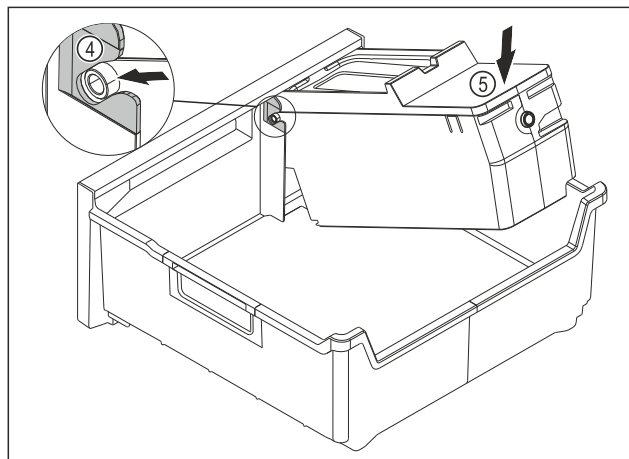

Fig. 82
- ▶ Montáž korpusu EasyTwist-Ice: Osi korpusu EasyTwist-Ice zasuňte do vedení Fig. 82 (4).
- ▶ Zatlačte korpus EasyTwist-Ice Fig. 82 (5) zozadu smerom nadol.